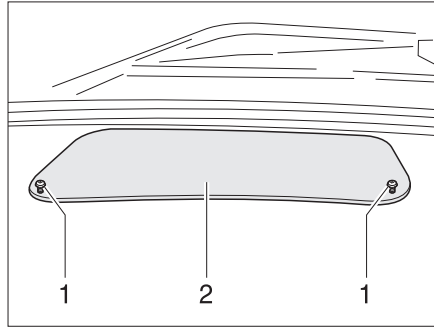
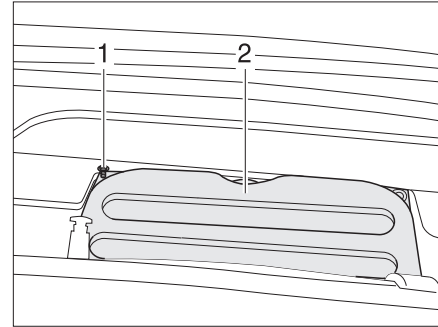

Fig. 26 Cubierta en el salpicadero
Fig. 27 Cubierta para el compartimento del motor
- Soltar dos tornillos (Fig. 26,1) y retirar la cubierta (Fig. 26,2).
- Desenroscar seis tornillos de hexágono interior (Fig. 27,1) y retirarlos con arandelas.
- Retirar la cubierta (Fig. 27,2).
- Apretar las dos tapas (Fig. 27,2 y Fig. 26,2) de nuevo.